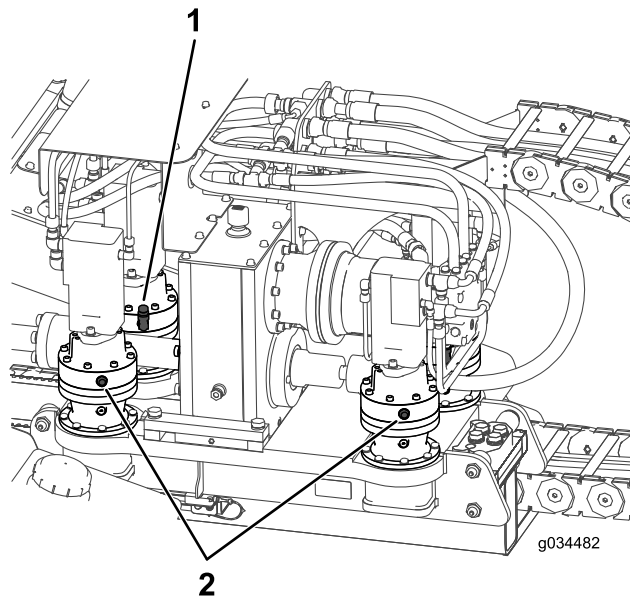

Рисунок 135
2. Проверьте уровень масла по смотровому стеклу на каждом планетарном мотор-редукторе напорного механизма (Рисунок 135).